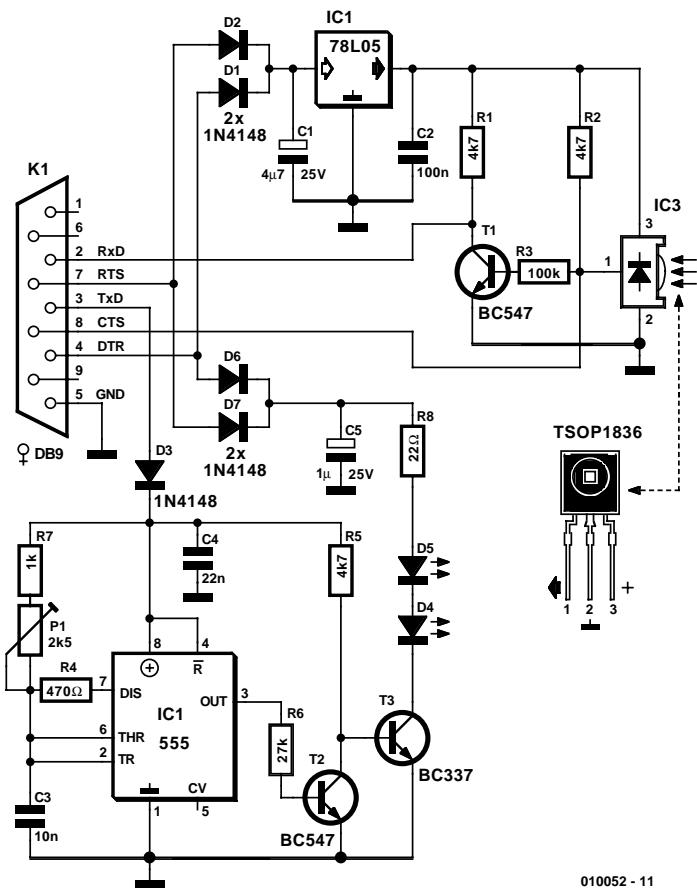

Figure 1. L'électronique de l'émetteur/récepteur IR à connecter à l'interface série d'un PC.
- [5] Synoptiques (figures 1 et 2) : www.conexant.com
Un coup d'œil sur le schéma de la figure 1 nous permet de découvrir les 3 picots auxquels vient se connecter le circuit intégré du récepteur, IC3, et un régulateur de tension intégré, IC1, un 78L05. La tension d'alimentation est dérivée des sorties DTR (Data Ready) et RTS (Ready To Send) de l'interface RS-232, lignes interconnectées par le biais des diodes D1 et D2 en vue de leur découplage. Il est possible, en faisant tourner un programme sur le PC, de disposer à ce niveau d'une tension de l'ordre de 10 V. Ces lignes alimentent en outre, au travers des diodes D6 et D7, la partie émission du montage. Il nous a fallu prévoir un condensateur de capacité relativement importante, 4,7 µF pour C1, en raison du courant impulsional relativement élevé requis lors de l'émission d'une part, et pour le lissage de la tension d'entrée du régu-